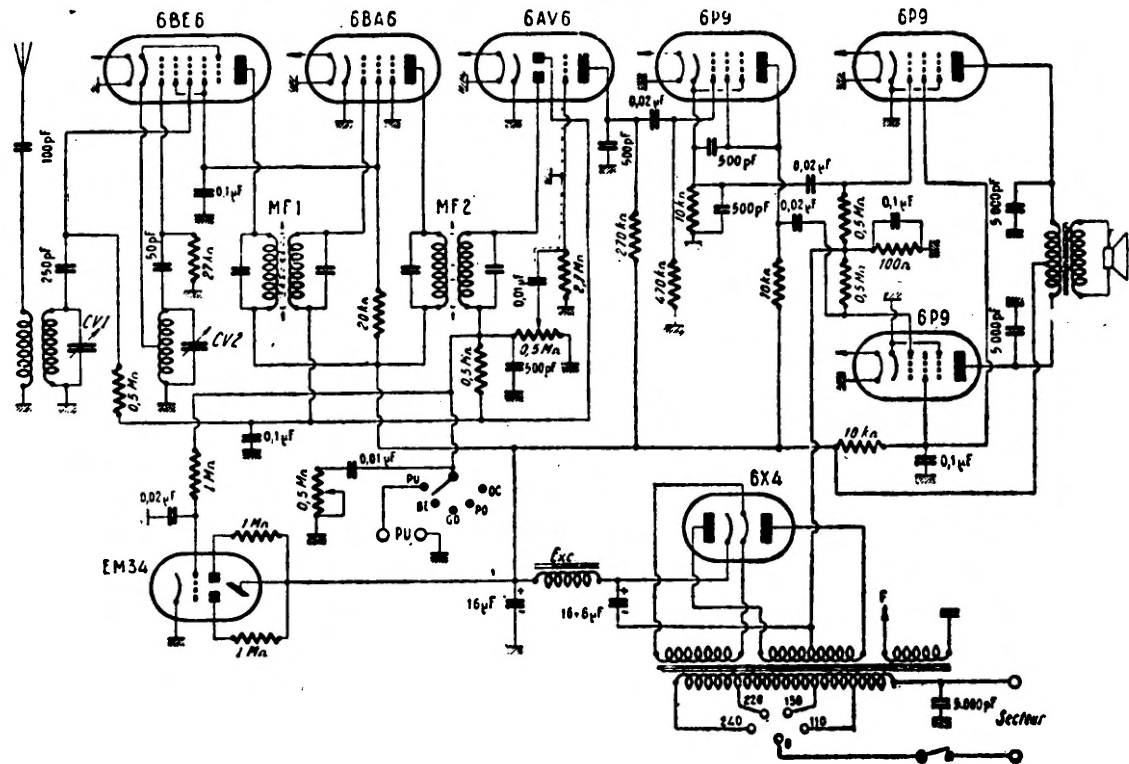

Figure 1
**Composition :** Le CR 528 est un superhétérodyne comportant une 6BE6 héptode montée en oscillatrice-modulatrice, une 6BA6 pentode, en moyenne fréquence, une 6AV6 double-diode-triode montée en détectrice, CAV et première BF, une 6P9 pentode montée en triode, déphaseuse cathodyne et enfin deux 6P9 pentodes push-pull finales. (Fig. 1.)
La figure 2 montre toutes les connexions à effectuer sous le châssis. On remarquera les fils blindés dont la gaine sera soudée à la masse au départ et à l'arrivée. On remarquera encore sur la figure 1 le potentiomètre de tonalité de 0,5 M $\Omega$ , qui est dessiné à droite de la EM34 et sur la figure 2, en haut et à gauche.